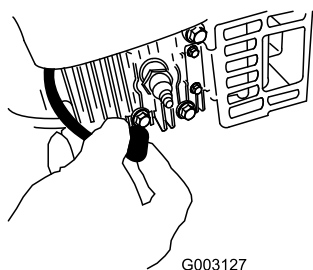

Figura 33
2. Desconecte el cable de la bujía (Figura 33) antes de realizar cualquier procedimiento de mantenimiento.